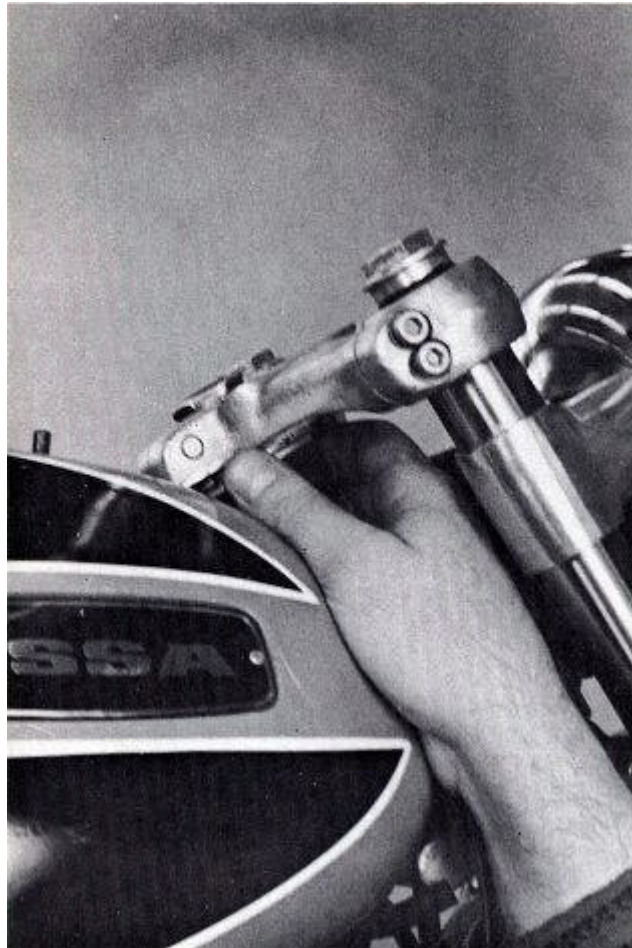

FIG. 186
23. Mueva la horquilla de derecha a izquierda. Si son difíciles de mover, los rodamientos de dirección tendrá que ser soltado. Con las dos ruedas en el suelo, que alguien mantenga el freno trasero en. Sujete la rueda delantera en una mano y lo puso los dedos de su otra mano en el punto donde la tija superior y el jefe de gobierno se unen. Ahora intenta hacer girar la rueda hacia atrás y adelante. (Fig. 186) Si, mientras lo estás haciendo, puedes sentir cualquier movimiento entre el yugo y la cabeza de dirección, esto significa que los rodamientos están demasiado sueltas y tendrá que ser apretado.